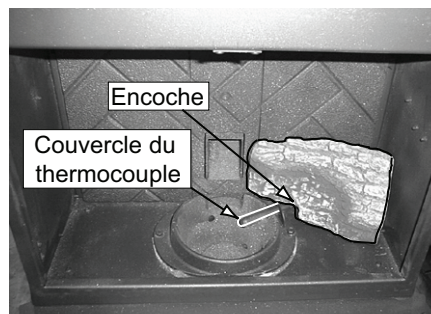

Figure 10.4
- b. Pour positionner correctement les bûches, placez la bûche arrière droite de la manière indiquée à la **Figure 10.4.** Une encoche est prévue dans la partie inférieure de la bûche pour laisser passer le thermocouple et le couvercle du thermocouple (tube de protection en céramique).